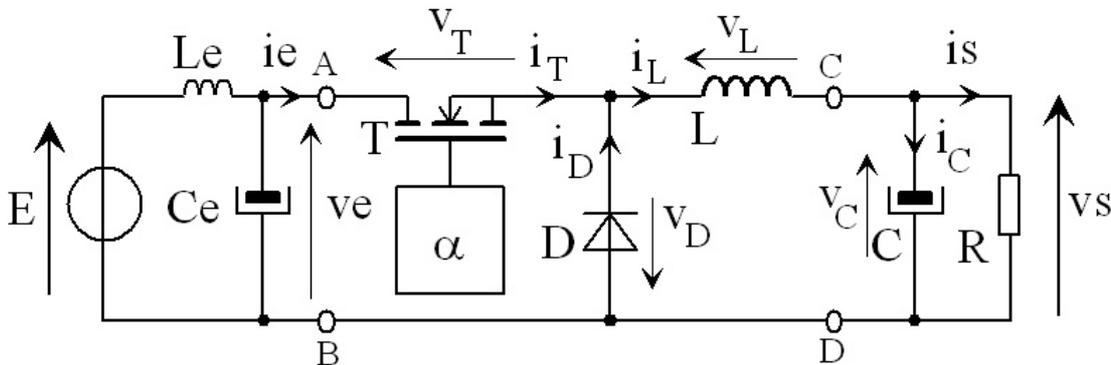

Fig. 4.1. Structure générale du hacheur série (dessins\buck1.drw).
- a) Simplifier le schéma de la figure 4.1, en tenant compte des hypothèses ci-dessus.